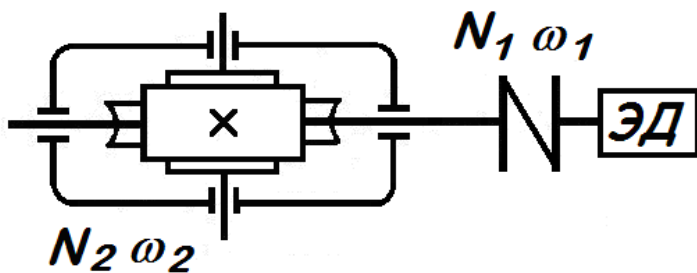

Рис. 28
3. Рассчитать червячную передачу редуктора (рис. 28). Передаваемая червяком мощность  $N_1$ , угловая скорость его  $\omega_1$  и передаточное число передачи  $u$  приведены в табл. 27. Недостающими данными задаться. Срок службы передачи 20 000 ч.
4. По данным предыдущей задачи 3 рассчитать вал червячного колеса редуктора (рис.28) и подобрать для него по ГОСТ 8338-75 подшипники качения. Расстояниями между